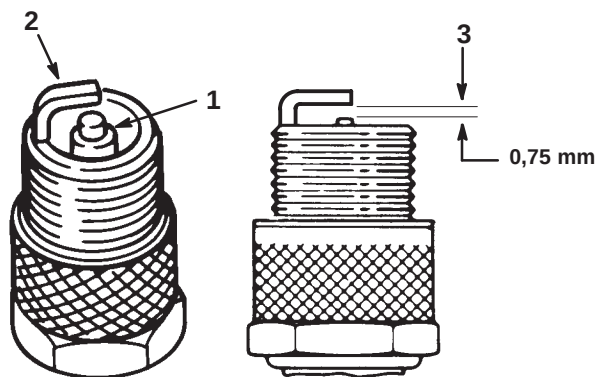

Figure 40
1. Inspectez le centre des bougies (Fig. 40).
3. Contrôlez l'écartement entre les électrodes centrale et latérale et pliez l'électrode latérale si l'écartement est incorrect (Fig. 40).